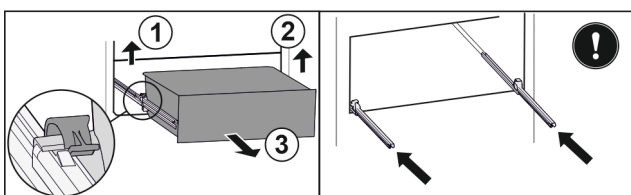

Fig. 85
- ▶ Приподнимите левый зажим и одновременно вытяните движением вперед выдвижной ящик слева. Fig. 85 (1)
- ▶ Приподнимите правый зажим и одновременно вытяните движением вперед выдвижной ящик справа. Fig. 85 (2)
- ▶ Извлеките выдвижной ящик движением вперед. Fig. 85 (3)